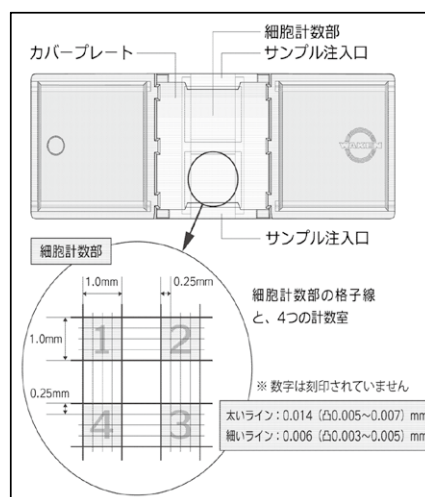

図7 ワケンカウンター概要
- 1) 細胞計数部に太い線でくくられた4つの細胞計数室があります。これを1、2、3、4とします。それぞれの区画には縦に太い線が両脇に、また細かい線が3本その間にあります。横線も同様に3本あり、太い線に囲まれた正方形は1辺1.0mmです (図7)。
- 6) 4区画の細胞の合計をNとすると、1区画の平均細胞密度は (N/4)  $\times$  104 cells/mLとなります (図7)。